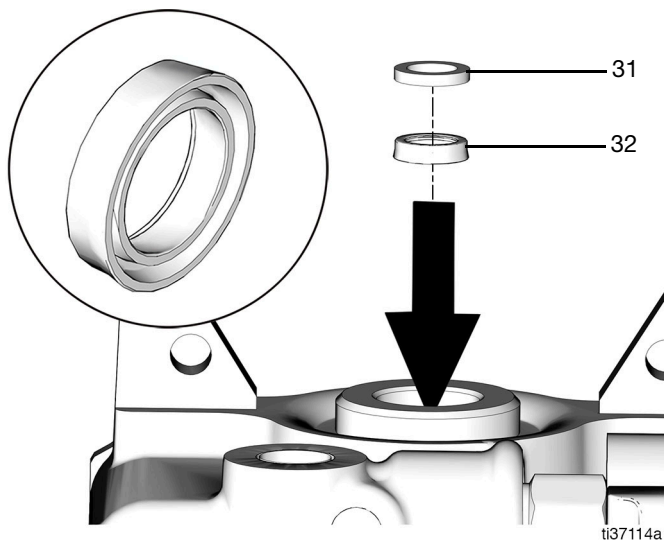

FIG. 50
1. Coloque la junta del cuello (32) (copa en U) en el alojamiento de la bomba, con los labios hacia abajo (Fig. 50).
2. Ponga la arandela de bronce (31) encima de la junta del cuello (32) (copa en U) (Fig. 50).